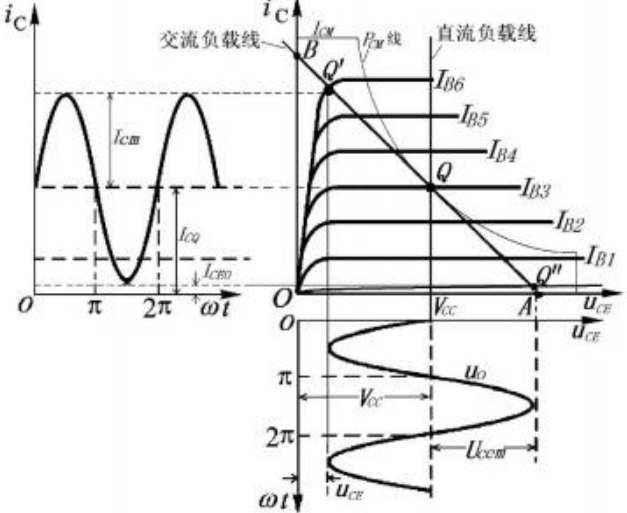
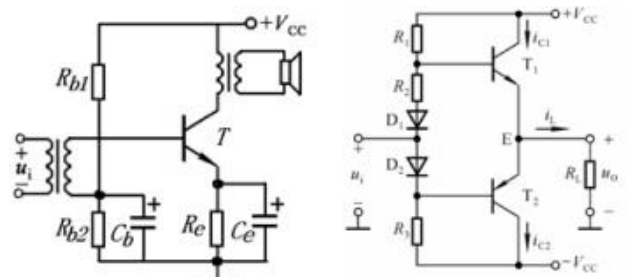

图6 甲类功放电路的图解分析
图5 甲类功放典型电路
甲类功放典型电路如图5所示,在 u_i 的整个周期内,三极管T均工作在放大状态。效率是输出信号功率 P_o 与直流电源供给的功率 P_E 之比。静态时,电源提供的功率全部消耗在三极管和电阻上,以三极管的集电极损耗为主。当有信号输入时,电源提供的功率一部分转换为有用的输出功率,信号愈大,输出功率也愈大。下面用图解法分析甲类功放典型电路,如图6所示。
图解法的关键是直流负载线与交流负载线。由图5电路可知,其直流负载线方程为 $U_{CEQ} = V_{CC} - I_{CQ} R_c \approx V_{CC}$ (因 R_c 取值很小,所以 $I_{CQ} R_c$ 可忽略),即直流负载线是一条垂直于横轴的直线,与 I_c 无关。由图5电路可知其交流负载线方程为 $u_{ce} = -i_c R_L'$ 。根据交、直流负载方程就可以在三极管的输出特性曲线上作出交流负载线与直流负载线。
根据图6,在三极管的工作区域内,可以求出不失真的交流输出电流和电压的最大值,从而能很方便地求出最大不失真输出功率 P_{om} 与转换效率 η 。
如果没有参数设置文件,可点击“新建工厂参数设置”图标,新建一个工厂参数设置文件。在打开的参数设置文件窗口中,快捷按钮下面分左右两个子窗口。左窗口显示参数类别目录导航;右窗口显示参数列表,其中有参数号、参数名、索引、索引文本、参数值和标注;如图 5 所示。
驱动器与电脑的连接模式有离线、RAM 在线和 EEPROM 在线三种。软件打开参数列表后,驱动器与电脑的连接状态是离线式。点击“EEPROM 在线”快捷按钮(快捷按钮栏上第十一个,图 5 中的①),便可进入在线连接。当窗口下面的状态条(图 5 中的③)显示“ok”,说明连接成功和装置正常。驱动器与电脑连接的状态提示有四种:[ok]-连接成功和装置正常,[F]-连接成功和装置故障,[W]-连接成功和装置报警,[0]-离线状态。
例 1:将 P060 参数值由原来的“7”改为“4”。从键盘上敲入参数号,移动鼠标尖头至参数 P060 行上,双击鼠标左键,弹出对话框,如图 6 所示。在“New value”下面的框中选择“4”,点“ok”键即可完成修改。最后关闭窗口,结束操作。